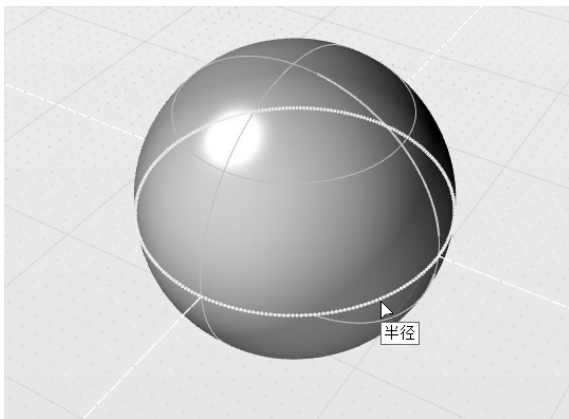

图 2-49 在“编辑参数”模式下进行交互式调整
- 3) 将光标移动到球体中间的亮蓝色控制杆附近时, 出现提示“半径”, 此时按住鼠标左键拖动控制杆, 可交互式调整球体半径。“编辑参数”模式仍然是针对“对象”编辑, 但参数调整可在模型上直观、交互式地进行, 如图 2-49 所示。